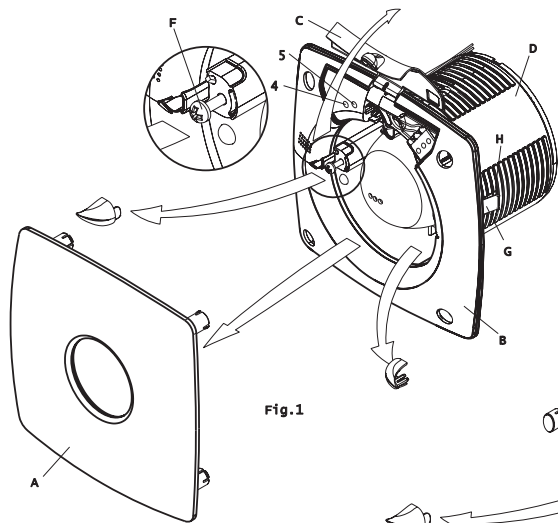

Fig.1
Para quitar la tapa frontal (A) tirar de la tapa hacia fuera. X-MART (Fig. 1), X-MART MATIC (Fig. 2)
Zum Abnehmen der Frontabdeckung (A) die Abdeckung nach vorne abziehen. X-MART (Fig.1), X-MART MATIC (Fig.2). Legen Sie das Entladungsrohr (D) in das Loch in der Wand, der Decke bzw. der Mauer, durch die die Luft abgeführt werden soll. Befestigen Sie die Basis des Gehäuses (B) mit den im Lieferumfang inbegriffenen Dübeln und Schrauben. Man kann sie auch mit den 2 (Quickfit), an der Innenseite der Decke befestigen, indem man die Schrauben (F) lockert, damit die Keile (G) in der Unterbringung (H) versteckt liegen und in das Rohrrinne eingeführt werden können. Ziehen Sie dann die Schrauben fest, bis die Keile (G) dafür sorgen, daß der Abzug fest am Entladungsrohr befestigt ist.
Pour enlever le couvercle frontal (A), tirer le couvercle vers l'extérieur. X-MART (Fig.1), X-MART MATIC (Fig.2).